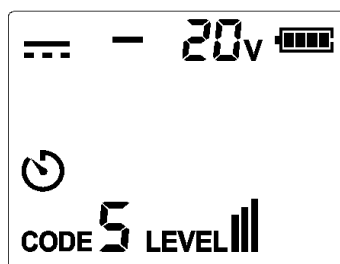

Figura 9.1b Medición de voltaje DC
5. Cuando el voltaje es de 8V ~ 480V DC/AC (50/60Hz). Si el voltaje medido es voltaje DC y el polo positivo está conectado al puerto COM, se mostrará la polaridad del puerto (la polaridad del puerto V + es "-"). Como se muestra en la Figura 9.1b.